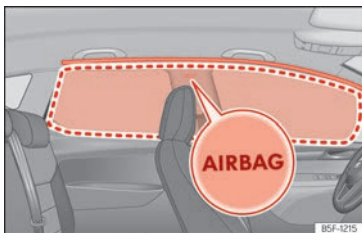

Abb. 30 Einbauort und Entfaltungsbereich des Kopfairbags.
Die Kopfairbags befinden sich zu beiden Seiten im Innenraum oberhalb der Türen »» **(Abb. 30)** und ihre Einbauorte sind mit dem Schriftzug „AIRBAG“ gekennzeichnet.
Der eingerahmte Bereich wird vom auslösen des Kopfairbag erfasst (Entfaltungsbereich) »» **(Abb. 30)**. Deshalb dürfen in diesen Bereich niemals Gegenstände abgelegt oder befestigt werden »» **△**.
- Stellen Sie sicher, dass Kinder richtig in ihren Sitzen sitzen und ihren Kopf nicht in den Entfaltungsbereich der Kopfairbags halten »» **(Abb. 30)**, da sie beim Auslösen der Airbags von diesen getroffen werden und schwere Verletzungen erleiden könnten.